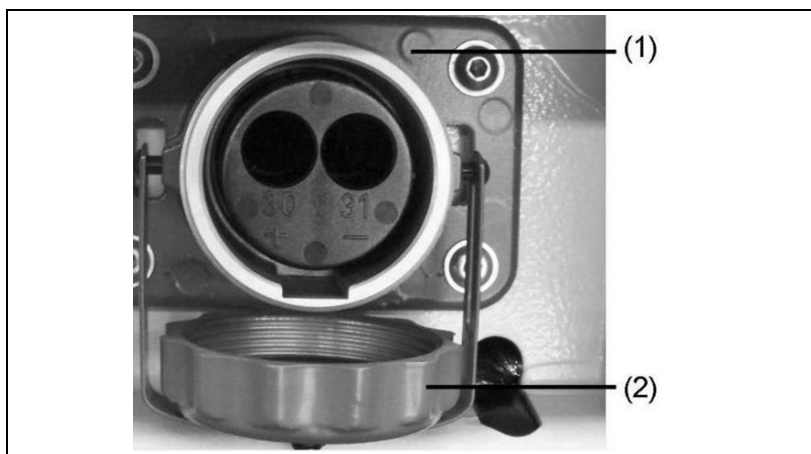

Fig. 5-7: Collegare il dispositivo di avviamento esterno
1. Svitare la copertura (Fig. 5-7-(2)) della spina del dispositivo di avviamento (Fig. 5-7-(1)).